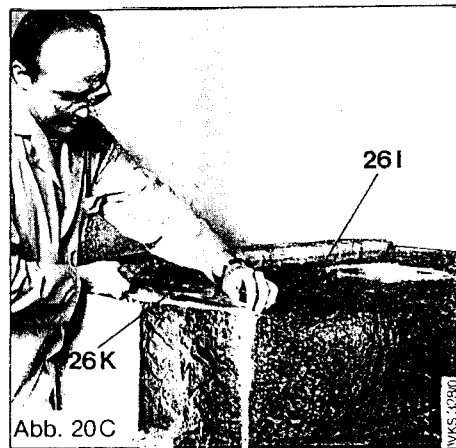

Abb. 20C
- Боковые части теплоизолирующего мата (26I) закрепить при помощи прилагаемой клейкой ленты (26K) как показано на рис. 20C (стр. 15).
- На рисунке 20D (стр. 15) показан предохранитель тяги (26) с теплоизолирующим матом (26I).